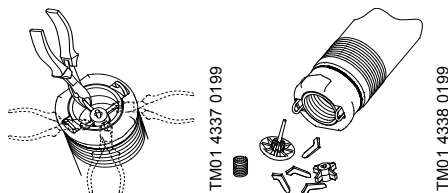

Fig. 7
1. Couper les pattes du guide du clapet en utilisant une pince ou un outil similaire, voir fig. 7.